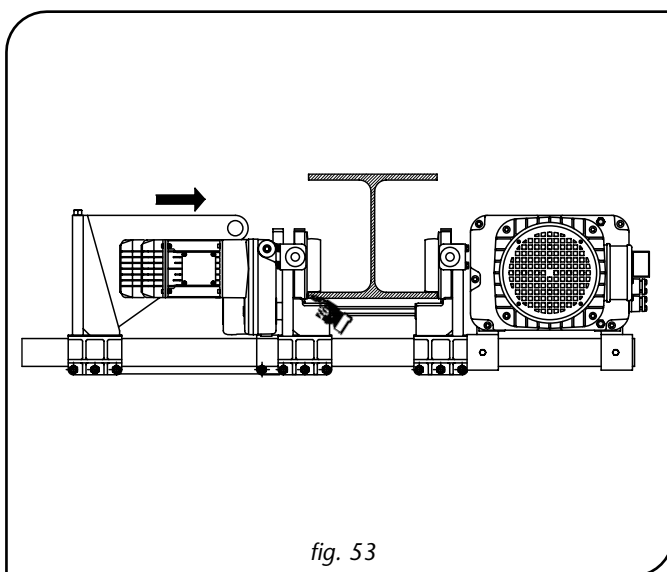

fig. 53
9. En utilisant un échafaudage mobile ou une plate-forme élévatrice, un opérateur se rend jusqu'à la hauteur de montage de la poutre alors que l'autre opérateur monte la palette, lentement et sans balancement, jusqu'à atteindre le bord inférieur de la poutre de roulement du chariot (fig. 53).
11. A partir de l'échafaudage, déplacer sur les barres les **montants côté équilibrage** jusqu'à ce que le bord des galets soit à égalité de niveau avec le bord de la poutre (fig. 53).